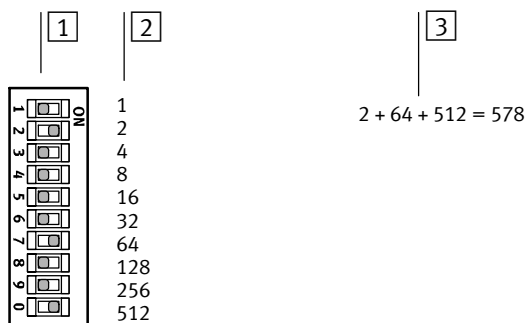

Fig. 2/2: Interruttore DIL a 10 posizioni per l'impostazione dell'indirizzo PROFIsafe, codifica binaria
3. Impostare con codifica binaria l'indirizzo PROFIsafe sull'interruttore DIL a 10 posizioni → Fig. 2/2.